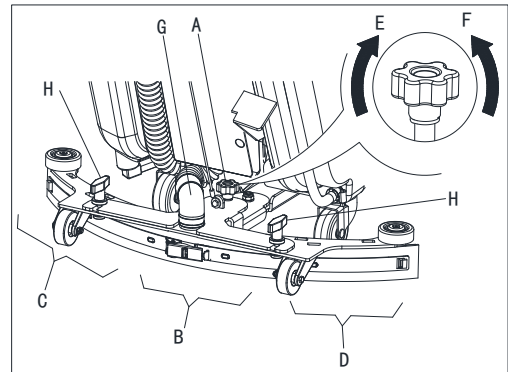

Figura 5
1. Instale o squeegee e aperte a porca (H), e ligue a mangueira de vácuo (G) ao squeegee.
2. Ajuste o squeegee através do punho de ajuste correspondente (A, Figura 5).
- a) Se existir um espaço entre o chão e a secção do meio da lâmina do squeegee traseiro (B), ajuste o botão (A) para a esquerda (F) até todas as secções da lâmina do squeegee traseiro estarem em contacto com o chão e a lâmina frontal tocar ligeiramente no chão.
- b) Se existir um espaço entre o chão e as secções do fim da lâmina traseira (C e D), ajuste o botão (A) para a direita (E) até todas as secções da lâmina traseira estarem em contacto com o chão e a lâmina frontal tocar ligeiramente no chão.